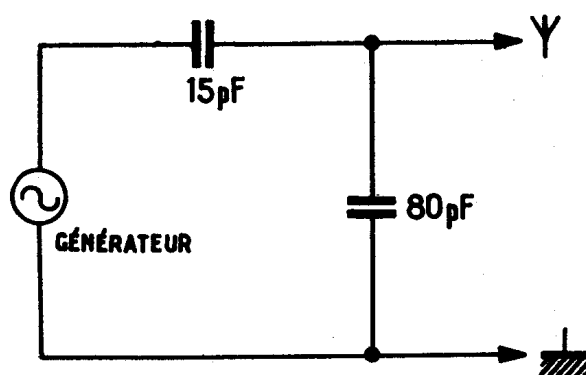

Fig. 8
- Appliquer le signal modulé à l'antenne, à travers l'antenne fictive constituée d'après le schéma fig. 8, suivant le tableau ci-dessous :